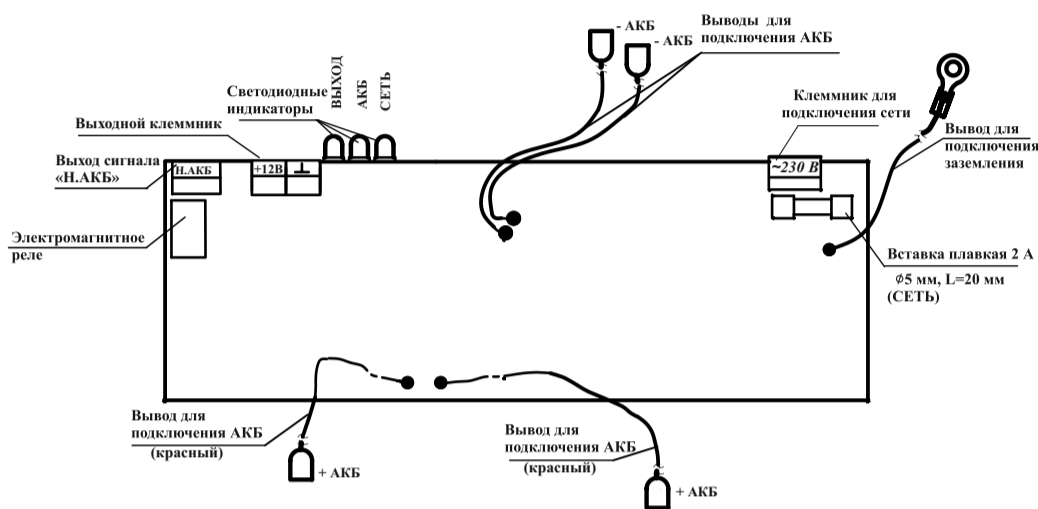
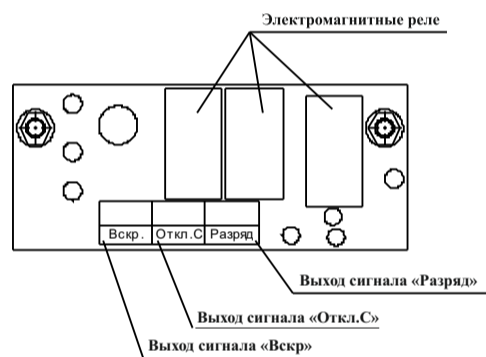

Рисунок 1 – Основная плата
Рисунок 2 – Плата сигнализации
Источник состоит из металлического корпуса с установленными внутри платами - основной (рисунок 1) и платой сигнализации (рисунок 2). На основной плате находятся обратный преобразователь напряжения сети 230 В в постоянное напряжение 13,6 В 1,2 А и схемы защиты, индикации, заряда и формирования сигнала «Н. АКБ».
6.5 Для контроля вскрытия корпуса, отключения сети 230 В, разряда АКБ, наличия хотя бы одной исправной АКБ (сигналы «Неисправность») подключить цепи контроля к клеммникам «Вскр», «Откл.С», «Разряд» на плате сигнализации (см.рисунок 2) и к клеммнику «Н.АКБ» на основной плате (см. рисунок 1).